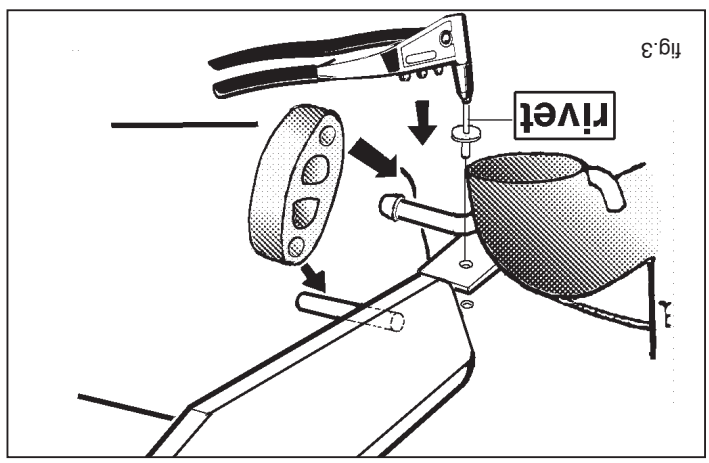

fig.3
2. Plaats de template in het midden aan de onderzijde van de bumper en zaag het aangegeven deel uit. Demonteer links de laatste uitlaatop-hangbeugel door twee bouten los te nemen en een popnagel  $\varnothing$  6 mm. uit te boren. De verwijderde ophangbeugel komt te vervallen. Neem het uitlaatrubber van de losgenomen ophangbeugel en schuif deze over de stift welke aan de trekhaak is gelast. Demonteer rechts de beugel t.b.v. het sleepoog. Deze beugel en bijbehorende bouten worden niet herplaatst. Zet het hitteschild d.m.v. de bijgeleverde popnagel overeenkomstig fig. 3 vast. Boor hiertoe het bestaande gat in het hitteschild  $\varnothing$  5,5 mm. via de onderzijde van het chassis.
2. Position the template in the middle of the underside of the bumper, and saw out the indicated portion. Detach the last exhaust pipe suspension clamp on the left, by loosening two bolts and drilling a pop rivet of  $\varnothing$  6 mm. The removed clamp will no longer be needed. Take the exhaust rubber off the removed suspension clamp and slide it over the pin which is welded to the towbar. Remove the clamp to the right at the point of the towing eye. This clamp and its bolts will no longer be needed. Tighten the heat shield as shown in fig. 3 using the included pop rivet. Drill out the existing hole in the heat shield to a diameter of 5.5 mm from the underside of the chassis.
2. Die Schablone in die Mitte an der Unterseite der Stoßstange anlegen und das angegebene Stück aussägen. An der linken Seite den letzten Auspuffaufhängenbügel abbauen, indem zwei Schrauben und eine Hohlleiste mit einem Durchmesser von 6 mm losgelöst werden. Der entfernte Aufhängenbügel wird nicht mehr benötigt. Den Auspuffgummimantel vom losgelösten Aufhängenbügel nehmen und diesen über den Stützriegel, der an der Anhängervorrichtung angeschweißt ist. Rechts den Bügel bei der Abschleppöse demontieren. Dieser Bügel und die dazugehörigen Schrauben werden nicht wieder angebracht. Das Hitzeschild mit den mittig gelieferten Hohlleisten gemäß der Abb. 3 anbringen. Dazu muss über die Unterseite des Fahrgestells das vorhandene Loch mit einem Durchmesser von 5,5 mm in das Hitzeschild gebohrt werden.
Cet étrier et ses boulons ne sont plus utilisés. Fixer le bouclier thermique à l'aide du faux rivet fourni, conformément à la fig. 3. Percer à cet effet le trou déjà existant dans le bouclier thermique  $\varnothing$  5,5 mm, via le dessous du châssis.
- 2. Placér templet i midten af kofangere ns underside og sav den angiv- ne del ud. Afmonter i venstre side den sidste udstødningsophæng- ningsbøjle ved at løsne to bolte og bor hull til en popnitte ø 6 mm. De fjernede ophængningsbøjler vil ikke længere blive brugt. Tag udstød- ningsgummistykket fra den løsnede ophængningsbøjle og skub denne henover stiftet, der er svejset på anhængertrækket. Afmonter i højre side bøjlen ved trækringen. Denne bøjle og de dertilhørende bolte vil ikke blive genplaceret. Monter isoleringspladen ved hjælp af medlever- et popnitte i overensstemmelse med fig. 3. Bor i forbindelse hermed det bestående hull i isoleringspladen ø 5,5 mm. via undersiden af chassiset.
- 2. Placera schablonen mitt på kofångare ns undersida och säga ut den angivna delen. Demontera till vänster avgasörets sista fäste genom att lossa två skruvar och borra ut en hålnit ø 6 mm. Det avlägsnade fästet förfaller. Tag gummihällaren från det avlägsnade fästet och skjut den över stiftet som är svejstat på dragkroken. Demontera till höger bygel- vid bogseringsögla n. Denna bygel och de tillhörande skruvarna förfäl- ler. Montera värmeskölden med den bifogade hålniten enligt fig. 3. Borra härvid ut det befintliga hålet i värmeskölden ø 5,5 mm via chas- sits undersida.